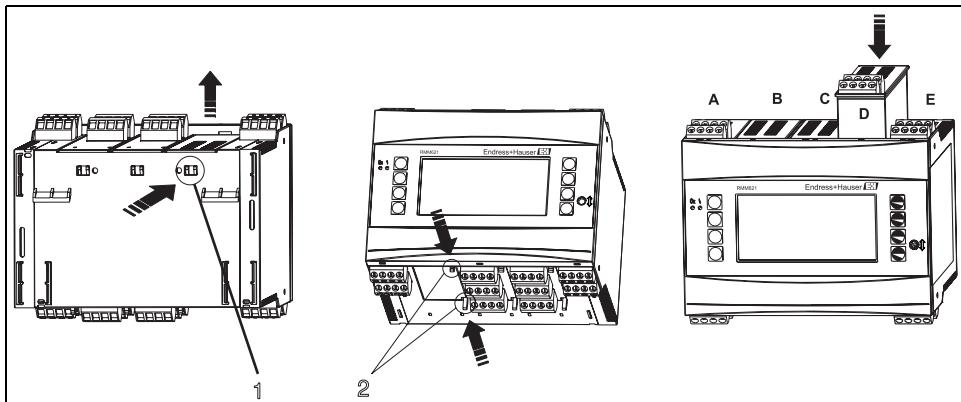

Fig. 4: Installazione di una scheda d'espansione (a titolo d'esempio)
- Il dispositivo può essere dotato di diverse schede di espansione. A questo scopo sono disponibili tre slot. Gli slot per le schede d'espansione sono contrassegnati sul dispositivo con B, C e D (→ Fig. 4).
2. Togliere la piastra di chiusura dal relativo slot (B, C o D), premendo i ganci di fissaggio presenti sulla parte inferiore del dispositivo (v. Fig. 4, pos. 2) e spingere contemporaneamente verso l'interno (ad es. con un cacciavite) il gancio di fissaggio, posto sul retro della custodia (v. Fig. 4, pos. 1); estrarre infine la piastra di chiusura dall'alto.
3. Inserire la scheda d'espansione dall'alto nel dispositivo base. La scheda d'espansione è alloggiata correttamente solo quando i ganci scattano, fissandosi alla parte inferiore e posteriore del dispositivo (v. Fig. 4, pos. 1 e 2). Assicurarsi che i morsetti d'ingresso della scheda d'espansione siano rivolti verso l'alto e quelli per il collegamento verso la parte anteriore.